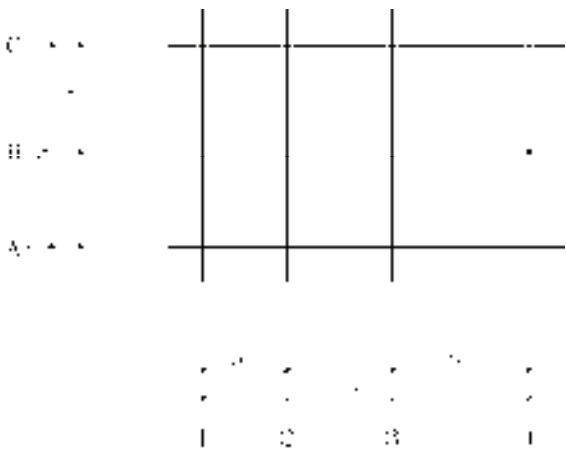

图 2-38 单侧标注
- “单侧标注”复选框。仅在轴网的一侧创建尺寸标注及轴号标注，如图 2-38 所示。